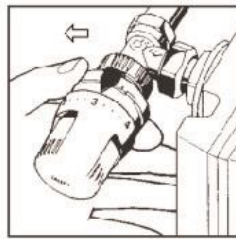

图 4
- 2、转动手柄将要锁定的温度对应刻度对准指针，再转动挡圈使锁定标指向指针，如（图 4）；
- 2、转动手柄将要限位的温度对应刻度对准指针，如要限位最高温度,即顺时针旋转挡圈，将锁定标超过指针位置；如要限制最低温度，逆时针转动挡圈把锁定标超过指针位置，如（图 4）；